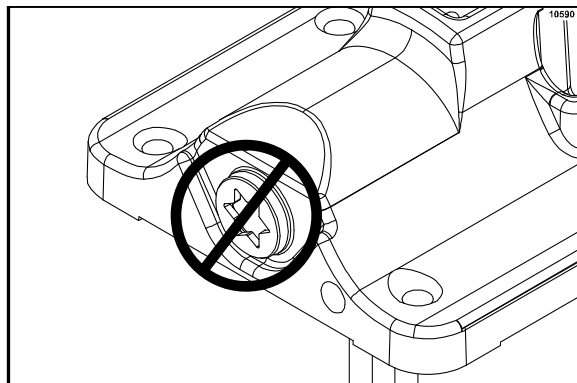

Figura 104
**Nota:** NÃO tente remover o desenho da estrela da porta. Esse desenho faz parte da porta e NÃO é removível. (Veja a Figura 104.)